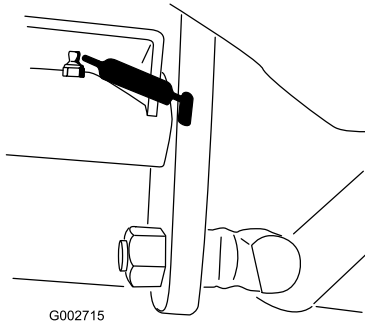

Figura 24
- perno del pedale della trazione (1) (Figura 24)